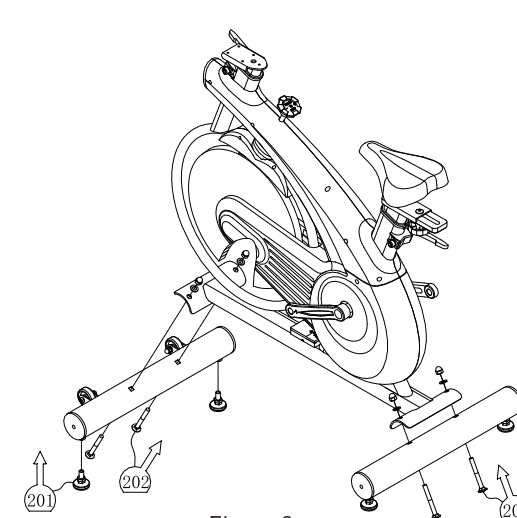

Figure 2
2. В соответствии с указателем 2.01 рис.2, два регулируемых упора вкручиваются в резьбовые отверстия на передней части передней трубки.
В соответствии с указателем 2.02 рис.2, два больших болта с полукруглой головкой и квадратным подголовником М10×9 вставляются в квадратное отверстие передней упорной трубки, при этом колесо для перемещений выдвигается таким образом, чтобы оно могло беспрепятственно проходить через изогнутую часть рамы. Проложите в круглые отверстия плоские шайбы Ф11 × Ф20 × 2 и вкрутите заглушки М10, после чего затяните 16# ключом;
В соответствии с указателем 2.03 рис.2, два больших болта с полукруглой головкой и квадратным подголовником М10×9, соответственно, вставляются в квадратные отверстия задней упорной трубки. При этом регулируемая опора должна располагаться перпендикулярно полу и проходить через корпус. В круглое отверстие в передней изогнутой части рамы, соответственно, прокладываются плоские шайбы Ф11 × Ф20 × 2, вкручиваются заглушки М10 и затягиваются 16# ключом.